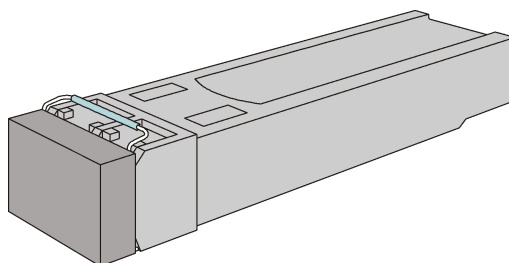
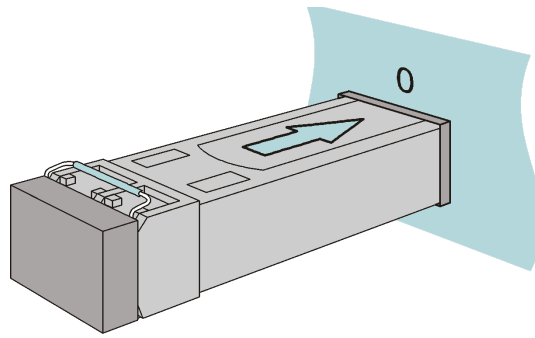

Figura 25 - módulo SFP
Figura 26 - Instalar o módulo SFP
Passo 3: Retire o módulo SFP da embalagem. O diagrama do módulo SFP é mostrado na Figura 25 Use as mãos para segurar os dois lados do módulo SFP e empurre-o no slot de interface do switch horizontalmente até que o módulo SFP esteja em contato próximo com o slot (você pode sentir que o estilhaço na parte superior e inferior do módulo SFP prendeu o slot da interface), conforme mostrado na Figura 26.